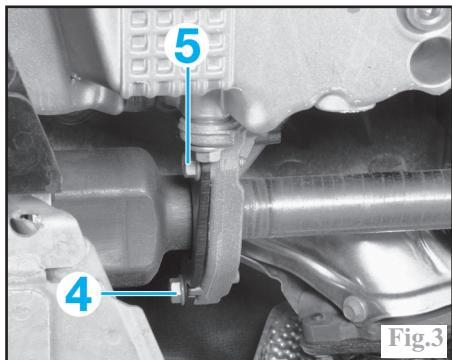

Fig.3
- déposer la vis de fixation supérieure (4) de la bride du palier (Fig.3).
- desserrer la vis de fixation inférieure (5) de la bride du palier puis basculer cette dernière vers le bas.
- la rotule de direction sur le pivot et serrer son écrou (2) de fixation au couple prescrit.
Pour la transmission droite, repositionner la bride du palier et serrer ses vis (4) et (5) au couple prescrit (Fig.3). A l'aide d'un outil approprié, immobiliser en rotation le moyeu puis serrer l'écrou de transmission neuf au couple prescrit.